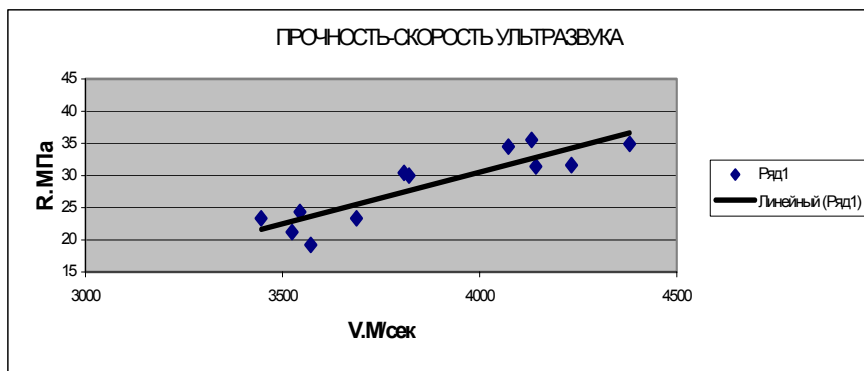

Рис. 3. Этап 2.4.
- 2.4. Выделите два столбца, содержащих значения скорости (времени) ультразвука и прочности бетона и нажмите кнопку «Мастер диаграмм» на панели инструментов сверху рабочего окна программы. В открывшемся меню выберите тип диаграммы «ТОЧЕЧНАЯ», затем выберите верхний из предложенных на выбор видов точечных диаграмм и щелкните кнопку «далее» в нижнем углу открытого окна мастера диаграмм и следуя появляющимся вспомогательным надписям, задайте название диаграммы и название координатных осей. После нажатия кнопки «ГОТОВО» появится диаграмма, на которой по оси x отложены значения скорости (времени) ультразвука, а по оси y – значения прочности бетона (рис. 3.).